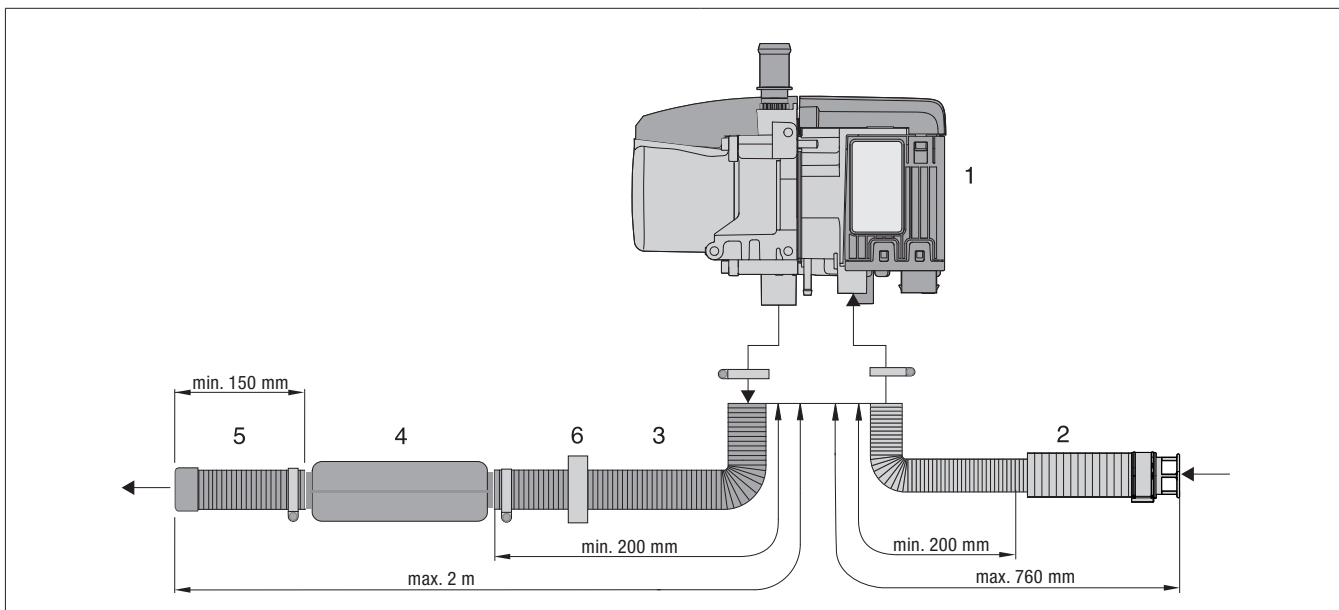

Bild 22
- Sätt på det flexibla röret från ljuddämparen för förbränningsluftinsuget på värmarens förbränningsluftstuts och fäst det med en slangklämma (åtdragningsmoment  $3^{+0,5}$  Nm), se Bild 22.